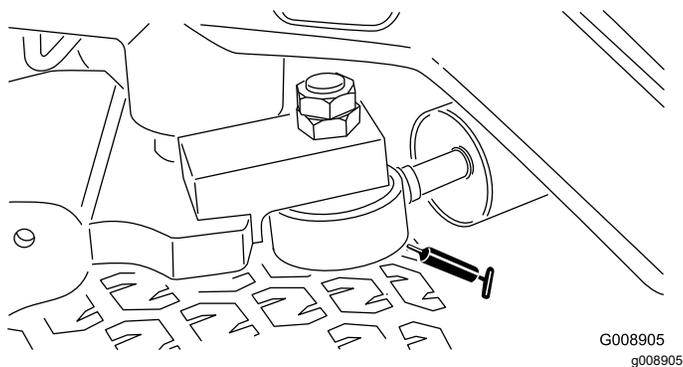

Figura 48
**Nota:** Se desejar, pode ser instalado outro bocal de lubrificação na outra ponta do cilindro da direção. Retire o pneu, instale o bocal, lubrifique o bocal, retire o bocal e instale o tampão (Figura 48).